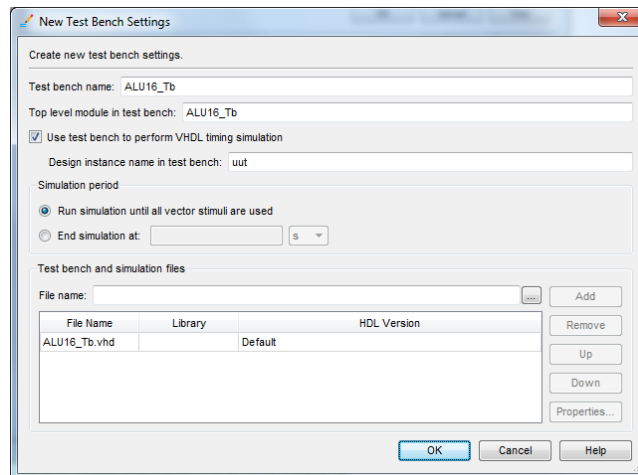

Figura 12 – Aspeto da janela “New Test Bench Settings” após configuração das opções.
- Na janela seguinte clique no botão “New...” e preencha todos os campos conforme ilustrado na Figura 12 (não se esquecendo de adicionar o ficheiro “ALU16\_Tb.vhd” à lista de “Test bench and simulation files”).